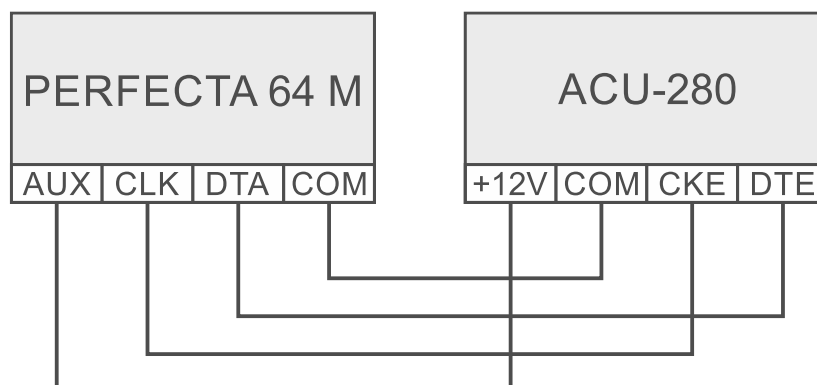

Abb. 9. Anschluss des Funkbasismoduls an die Zentrale PERFECTA 64 M.
**PERFECTA 64 M:** verbinden Sie die Klemmen CKE, DTE und COM mit entsprechenden Klemmen des Kommunikationsbusses der Alarmzentrale (Abb. 9).